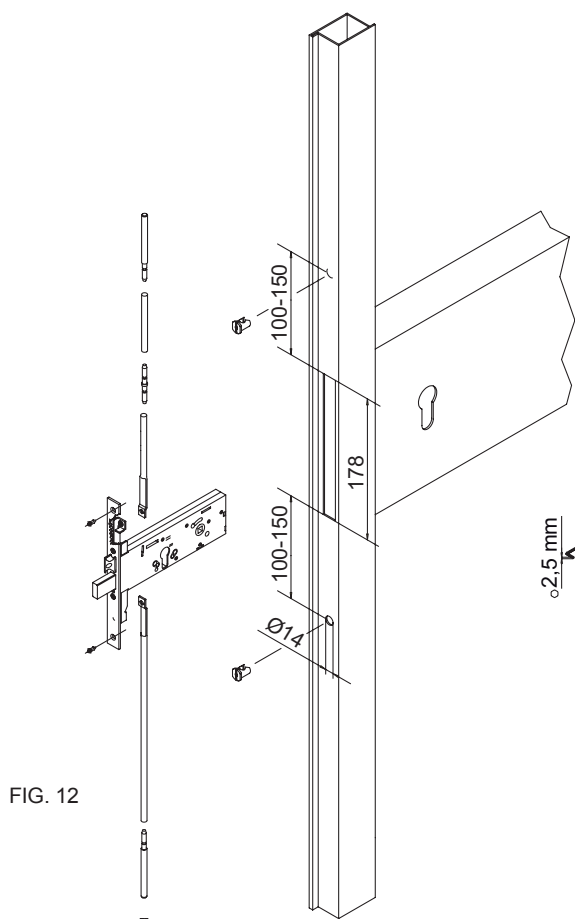

FIG. 12
- A) Fasi di installazione con aste interne art. 06441-00/10 (Fig. 12).
- A) Installation steps with internal extended bolts item 06441-00/10 (Fig. 12).
- A) Phases d'installation avec tiges internes art. 06441-00/10 (Fig. 12).
- A) Fases de instalación con varillas interiores Art. 06441-00/10 (Fig. 12).